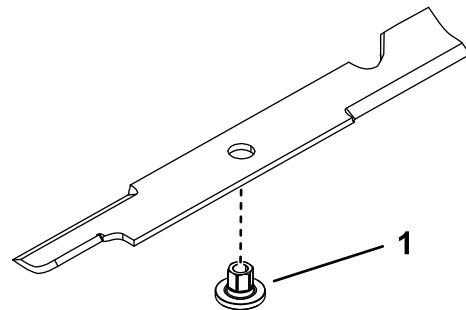

Figura 99
1. Instale el buje a través de la cuchilla con la brida del buje en el lado inferior (lado del césped) de la cuchilla (Figura 99).